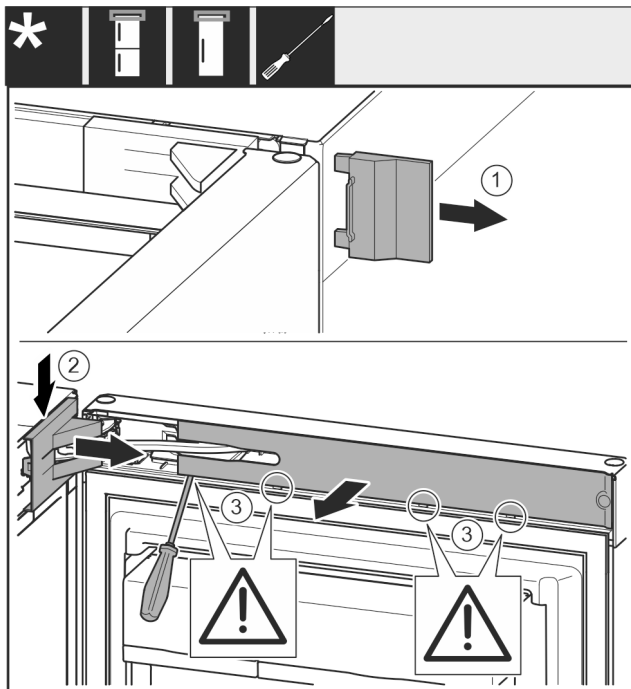

Fig. 7
- ▶ Detaşaţi apărătoarea exterioră. Fig. 7 (1)
- ▶ Deblocaţi şi desfaceţi apărătoarea suporturilor de lagăr. Detaşaţi apărătoarea suporturilor de lagăr. Fig. 7 (2)
- ▶ Deblocaţi masca cu şurubelniţa plată şi pivotaţi-o în lateral. Fig. 7 (3)